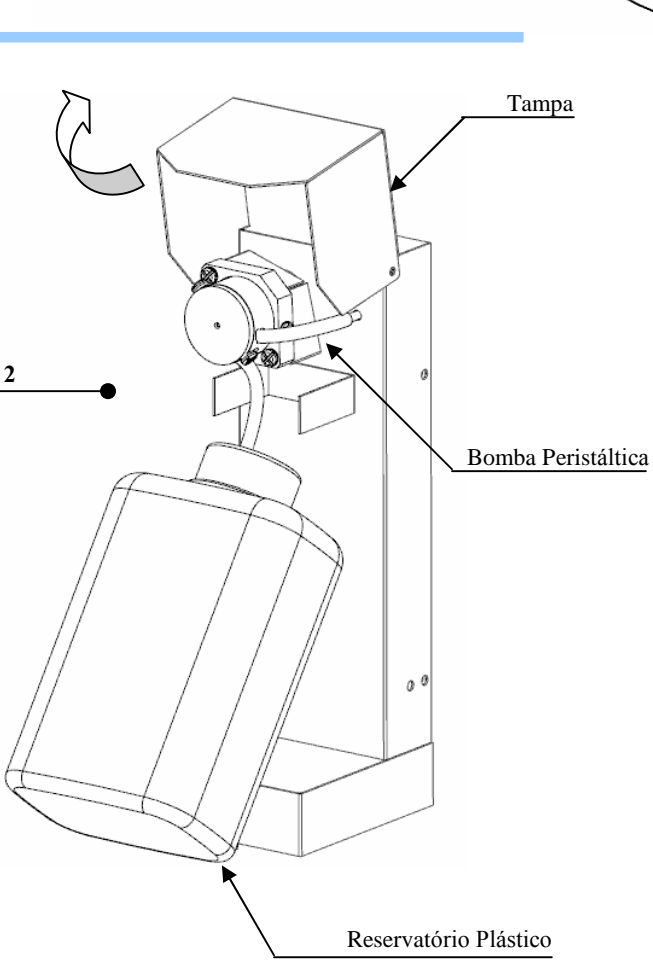

FIGURA 2
1. Levante a tampa do dispensador retirando o recipiente plástico que está encaixado, conforme **Figura 2**.
1. Abra completamente a tampa do dispensador e retire o recipiente plástico, conforme **Figura 2**.
2. Localize os parafusos (C) e (D). Desrosqueie-os o suficiente para retirar a tampa (A) do cabeçote (E).
3. Retire os 3 roletes (B) do interior do cabeçote (E).
4. Retire a mangueira de silicone danificada que está presa ao conector (J).
5. Puxe a mangueira para fora do cabeçote (E).
6. Verifique se não existe resíduos de silicone ou substâncias líquidas decorrentes de uma rachadura. Se houver, limpe o interior do cabeçote (E), o eixo do motor (K), a tampa do cabeçote (A) e os 3 roletes (B). Todas as peças devem estar isentas de sujeira e umidade.
7. Terminado a limpeza, pegue a nova mangueira e introduza a ponta (H) pelo orifício (G), contorne o interior do cabeçote (E), e saia pelo orifício (F).